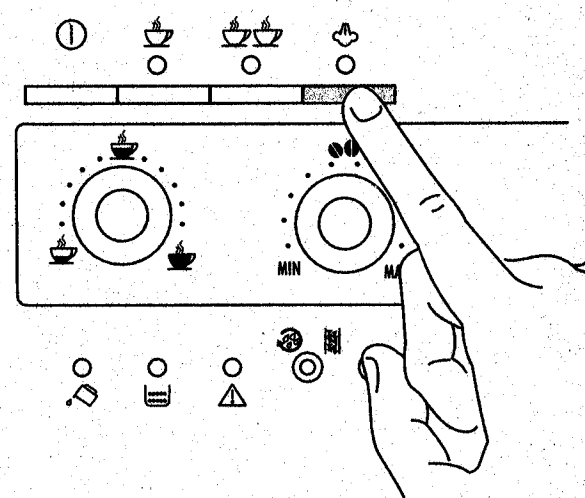
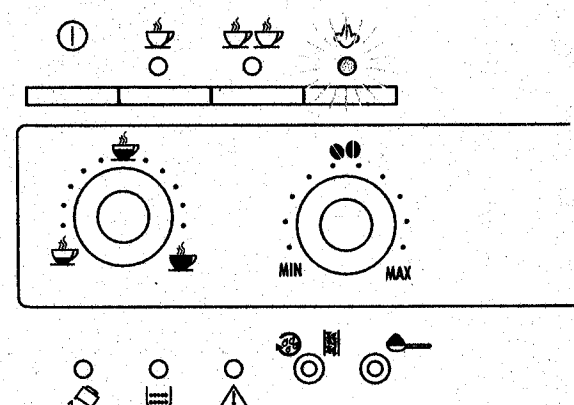

Рис. 21
Рис. 22
- Нажмите кнопку подачи пара, рис. 21. Индикатор ☼ рис. 22, начнет мигать, указывая, что кофеварка разогревается.